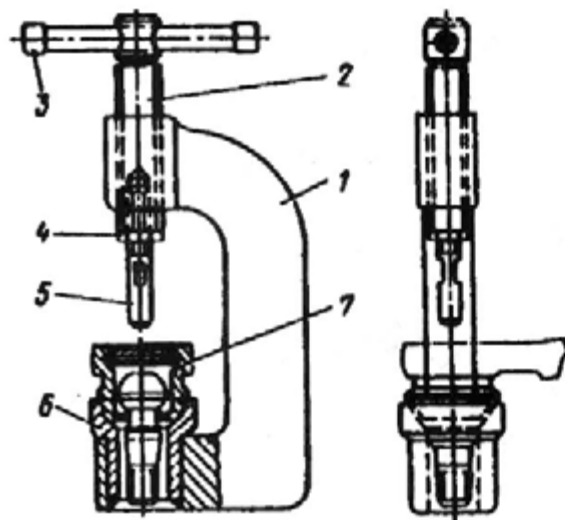

Рис. 216. Приспособление для сборки шарниров рулевых тяг:
2. С помощью приспособления (рис. 216) или утопив заглушку отверткой и сжав усики стопорного кольца, установите стопорное кольцо в канавку наконечника.